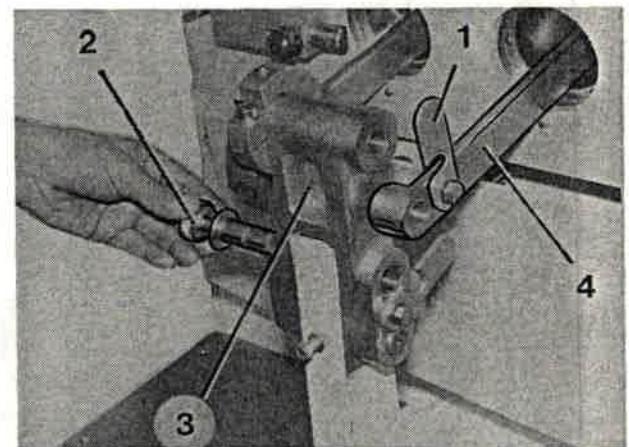

Bild 212
4. Sicherungsblech (Bild 212/1) umlegen, Abscherbolzen (Bild 212/2) herausziehen, Gabel (Bild 212/3) zurückschwenken und rechten Kolben (Bild 212/4) festhalten.